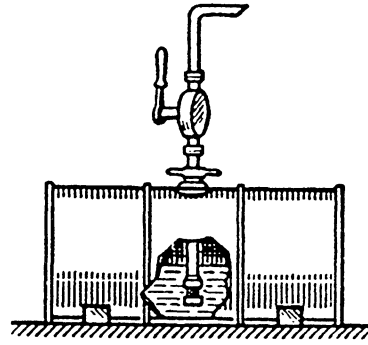

Abb. 2
- Handpumpe so am Füllstutzen einschrauben, daß sich Sauglöcher ca. 10 cm über dem Faßboden befinden (s. Abb. 2).